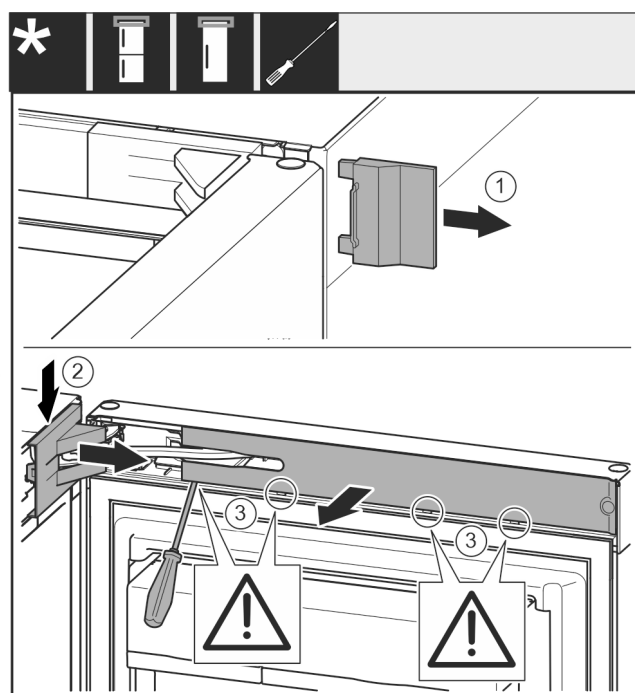

Fig. 8
- Снимите внешнюю крышку. Fig. 8 (1)
- Освободите и отсоедините крышку опорного кронштейна. Снимите крышку опорного кронштейна. Fig. 8 (2)
- При помощи шлицевой отвертки освободите накладку и отведите в сторону. Fig. 8 (3)